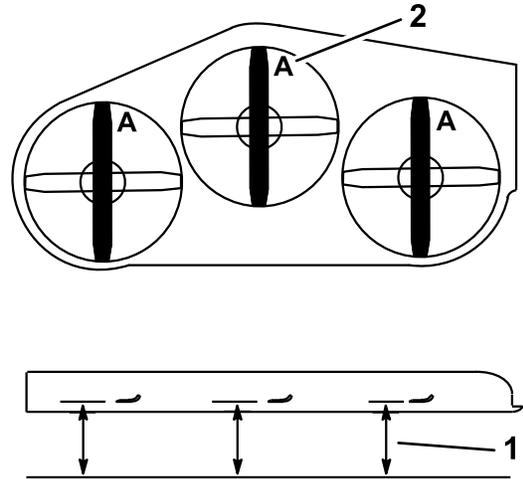

図 79
3. ブレードが前後方向を指すように回転させる。Aの位置で（図 79）、平らな床面からブレードの刃先までの高さを測る。測定値を記録する。